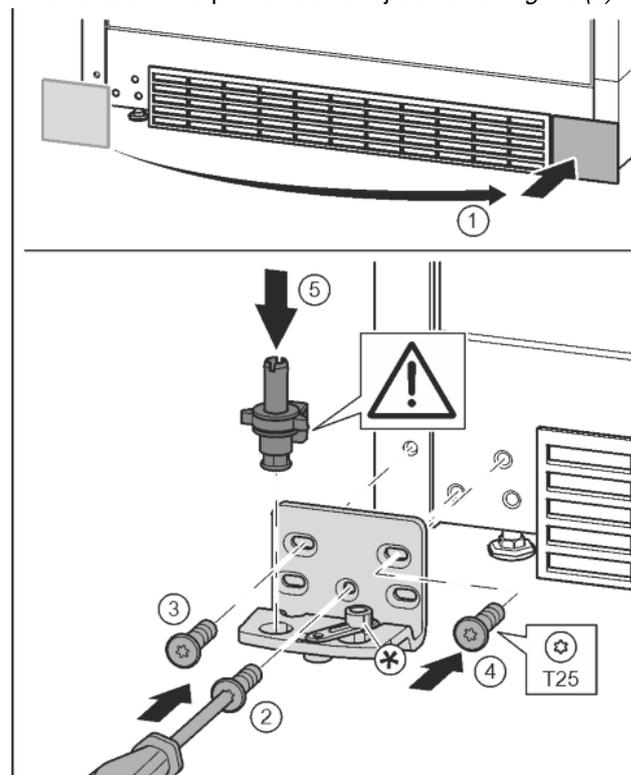

Fig. 17
- ▶ Odoberte kryt a pripevnite ho na druhú stranu. Fig. 17 (1)
- ▶ Ložiskovú konzolu nasuňte na druhú stranu a priskrutkujte ju pomocou skrutkovača T25. Začnite skrutkou 2 dole v strede. Fig. 17 (2)
- ▶ Pevne zaskrutkujte skrutku 3 a 4. Fig. 17 (3, 4)
- ▶ Ložiskový čap úplne nasuňte. Dbajte pritom na to, aby zárez dorazu ukazoval smerom dozadu. Fig. 17 (5)